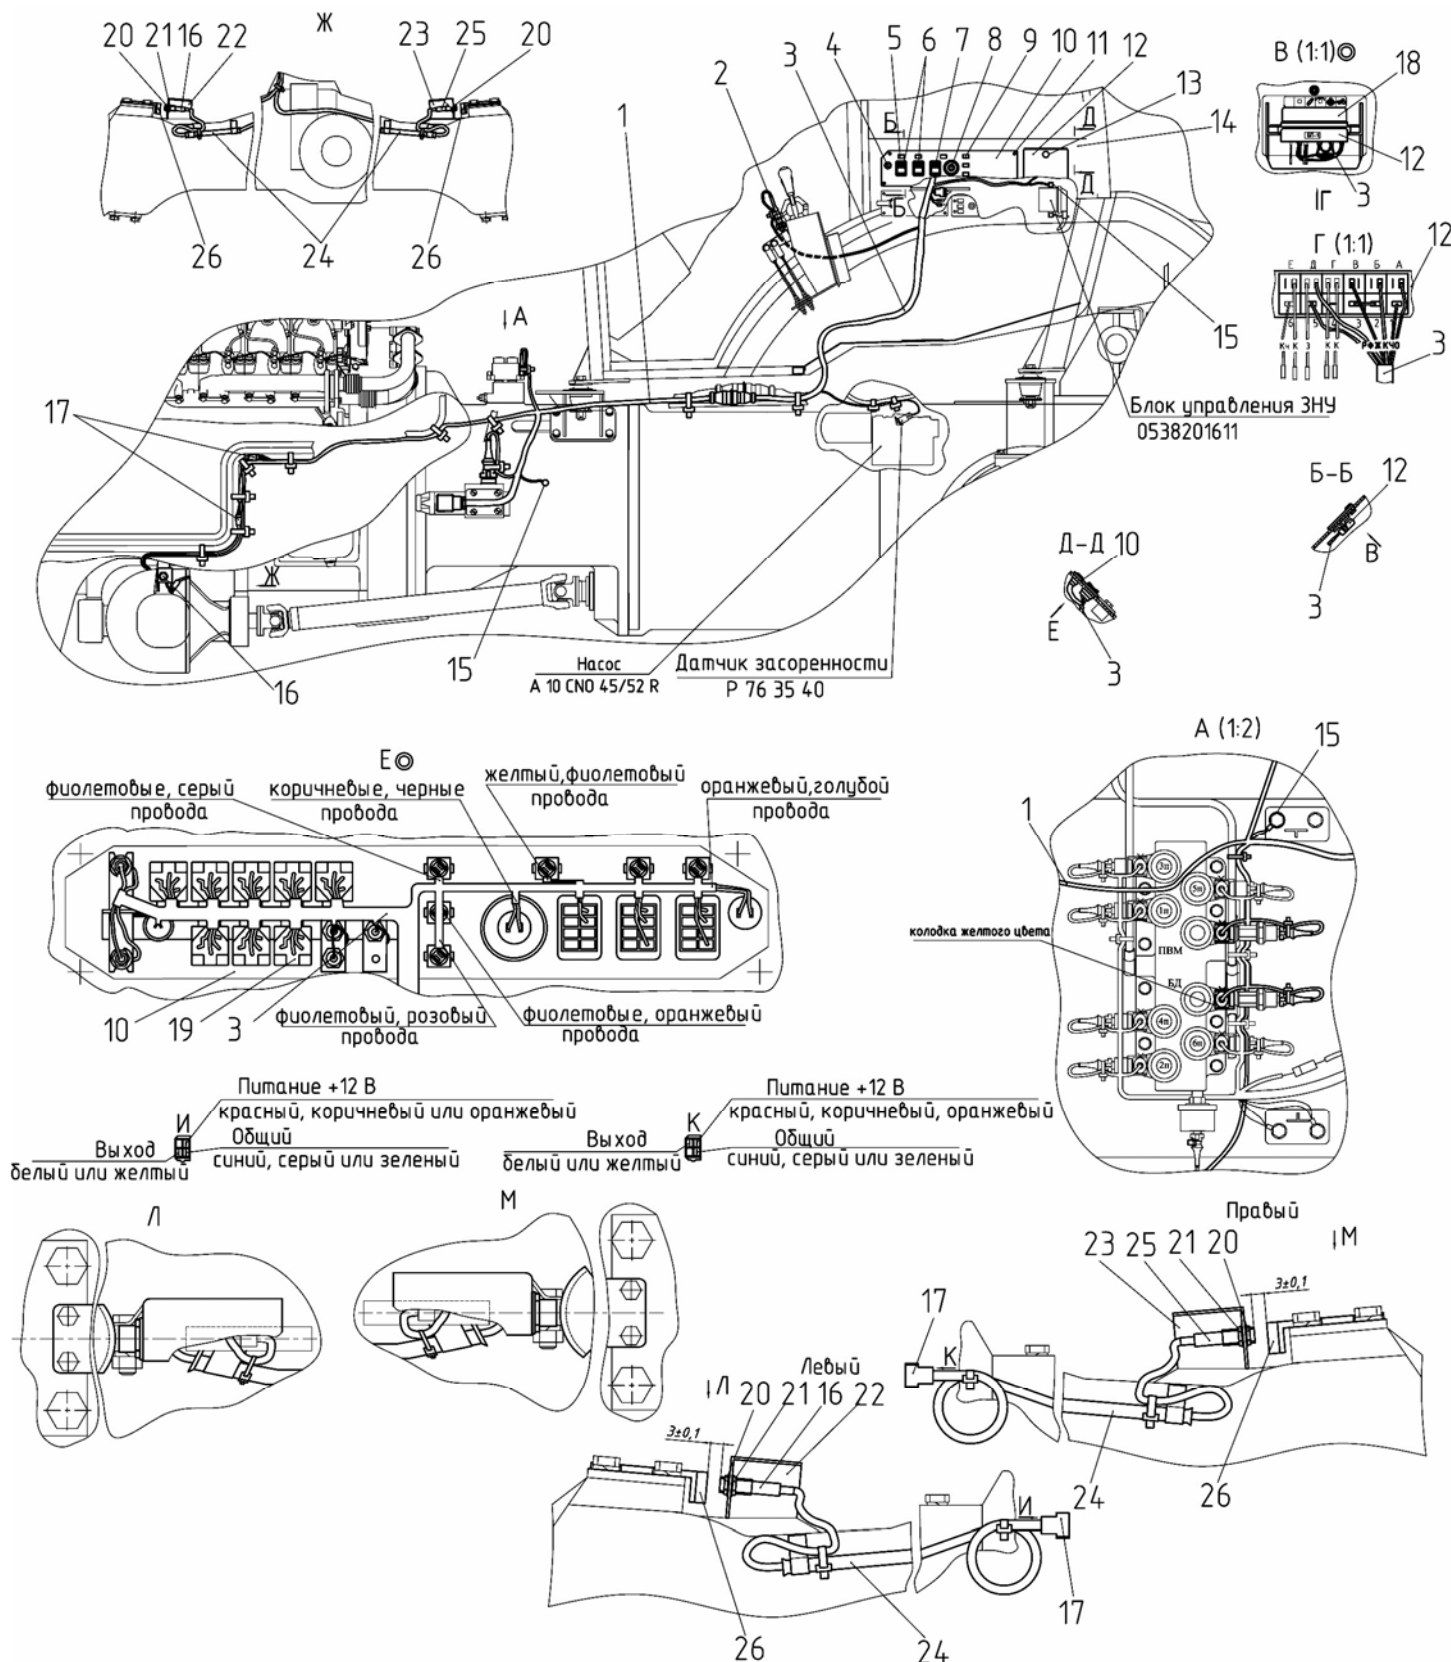

Рис.11.1 Управление БД, ПВМ и передним ВОМ (электрическая часть).
Для замены установленных на панели (10), (рисунок 11.1), электрических элементов: переключателей (6) и (7), выключателей (4), (8), ламп контрольных (5) и (9), реле (19), выполните следующее:
- 1) отверните четыре винта (11), крепления панели (10);
- 2) извлеките панель (10), с закрепленными на ней электрическими элементами и подсоединенным жгутом (3) из гнезда в правом боковом пульте (14);
- 3) отсоедините разъем жгута (3), от соответствующего элемента, снимите элемент с панели (10);
- 4) установите новый элемент на панель (10);
- 5) присоедините к нему разъем жгута (3);
- 6) установите панель (10), в сборе с установленными элементами и жгутом (3) в гнездо в правом боковом пульте (14);
- 7) заверните винты (11), крепления панели (10).
Для замены предохранителей, (рисунок 11.1), выполните следующее:
- 1) отверните винт (13), крепления щитка (12) предохранителей;
- 2) щиток (12), вместе с закрепленным на нем блоком предохранителей БП-1 и подключенными ответвлениями жгута (3) извлеките из гнезда в правом боковом пульте (14);
- 3) снимите крышку (18), с блока предохранителей;
Для замены левого или правого датчиков (16), (рисунок 11.1), или (25) ЭВИТ-СЗ угла поворота направляющих колес выполните следующее:
- 1) отверните наружную гайку (20), удерживая от проворачивания сам датчик с внутренней гайкой (21);
- 2) извлеките датчик (16) или (25), из отверстия в кронштейне (22) или (23) соответственно;
- 3) отсоедините разъем (17), от разъема жгута (1);
- 5) протяните жгут датчика через трубку (24).
- 1) протяните жгут датчика через трубку (24), (со стороны кронштейна);
- 2) отверните гайку (20) и снимите шайбу;
- 3) установите датчик (16) или (25), в отверстие кронштейна (22) или (23) соответственно;
- 4) установите шайбу и завернуть гайку (20);
- 5) вставьте штыри на проводах жгута датчика в колодку (17);
- 6) присоедините колодку датчика к разъему на жгуте (1).
Для правильного функционирования датчика ЭВИТ-СЗ отрегулируйте зазор между торцом датчика и поворачивающимся вместе с редуктором кронштейном (26), (рисунок 11.1):
2) перемещая датчик (16) или (25), в кронштейне (22) или (23) соответственно между гайками и шайбами, установите зазор $3 \pm 0,1$ мм между торцом датчика и поворачивающимся вместе с редуктором кронштейном (26);
3) закрепите датчик в кронштейне: удерживая датчик с внутренней гайкой от проворачивания, заверните гайку (20) (момент затяжки $(15 \pm 2) \text{ Н*м}$).